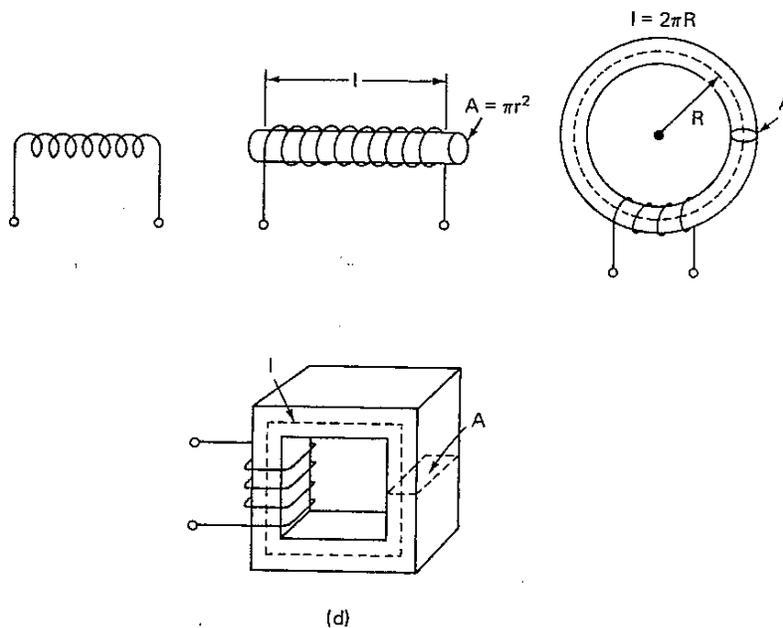

Figura 17.- Símbolos (a) Inductancias (b) Con núcleo de hierro (c) Variable (d) Configuraciones de las bobinas.
La unidad de la inductancia es el *henrio* (H). Un henrio se define como la cantidad de inductancia necesaria para inducir un voltaje de un volt cuando circula una corriente de un ampere. Las inductancias usadas en electrónica tienen valores que van desde 30 H (las bobinas usadas como filtros) hasta valores tan bajos como 50 μ H. La figura 17 muestra los símbolos circuitales para las bobinas y las diferentes configuraciones de las bobinas.